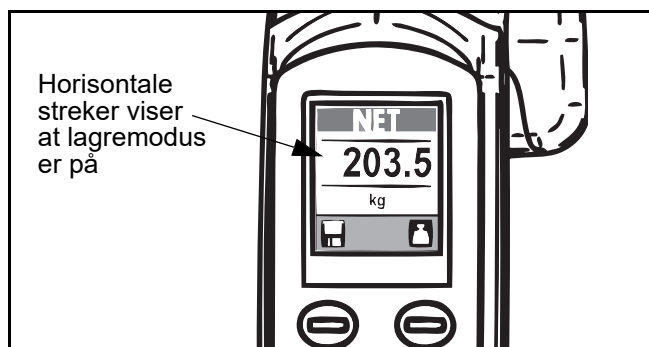

Fig. 65
5) Trykk på lagreknappen hvis du trenger å lagre nettovekten i minnet. En horisontal strek over og under tallene på skjermen angir at lagrefunksjonen er aktivert. Lagrefunksjonen er aktiv inntil du trykker på lagreknappen en gang til (se Fig. 65).